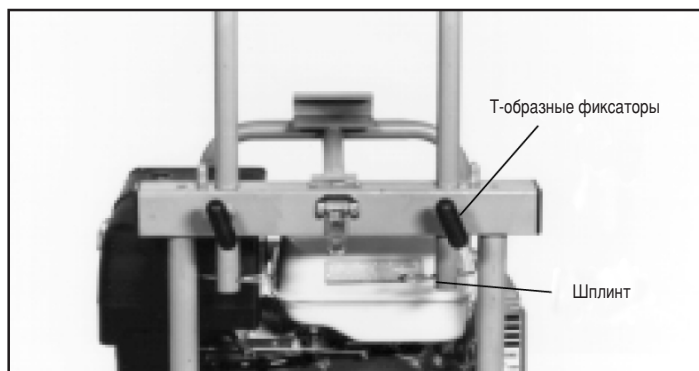

Рис. 1. Установка ручек управления
- Установите ручки управления (рис. 1), для чего: